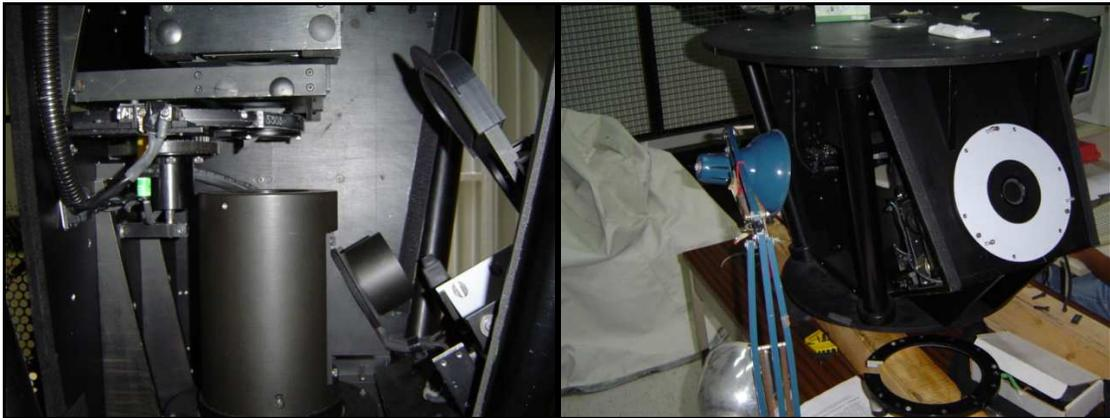

Figura 18. *Regleta de enfoque montada, iluminación para enfoque.*
5. Quite la tapa del colimador e ilumine la regleta (figura 18).